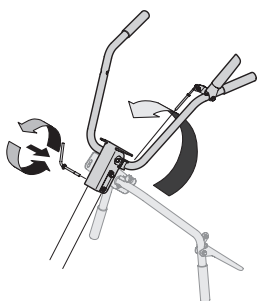

Figure 6
3. Enlevez le levier de réglage des poignées. Voir Figure 6.
4. Relevez les poignées et fixez-les en place avec la manivelle. Voir Figure 6.